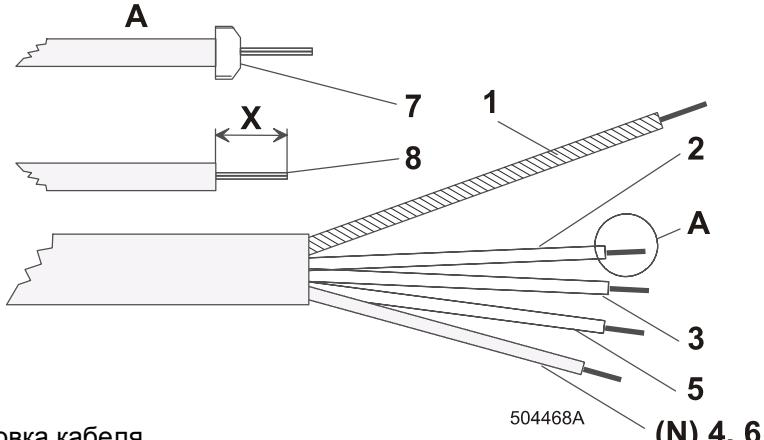

Рис. 4.4.С Подготовка кабеля
Для присоединения используйте кабель или шнур с медными проводниками. Концы проводников обработайте так, как указано на рис.4.4.С. Проводник зелено-желтого цвета (защитный) оставьте более длинным, чтобы в случае обрыва кабеля он отключился последним. При использовании кабеля (жесткие медные проводники) снимите изоляцию с каждой жилы на столько, чтобы при подключении устройства не торчала из клеммы отожженная часть (6 - ката X). При использовании шнура (скрученные медные проводники) можете снять изоляцию с каждой жилы одинаковым способом, как у кабеля или используйте прижимные гильзы (5). В этом случае необходимо использовать гильзы с изолированной шейкой так, чтобы после подключения было невозможно прикасаться к частям находящимся под напряжением.